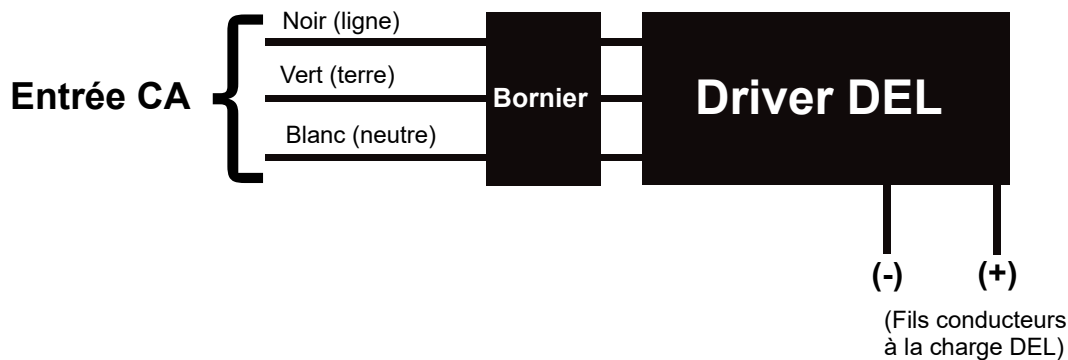

Figure 4
3. Fil du luminaire: voir raccordement électrique (Figure 4).
5. Fil du luminaire: voir raccordement électrique (Figure 4).
Electrical connections (Figure 4)